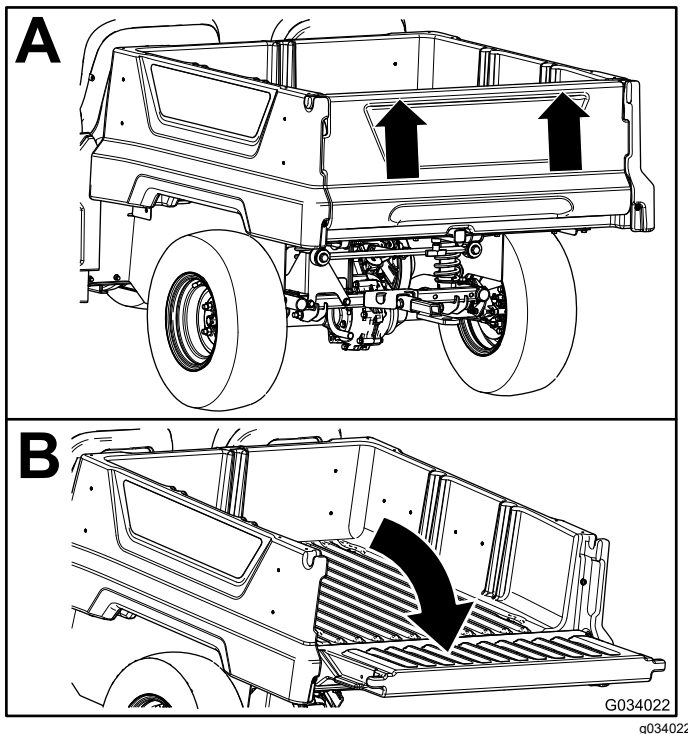

Figura 16
2. Utilizzando entrambe le mani, sollevate la sponda posteriore utilizzando il bordo vicino alla parte superiore della sponda posteriore (Figura 16).
3. Abbassate la sponda posteriore in modo che sia a livello con la parte inferiore del pianale (Figura 16).